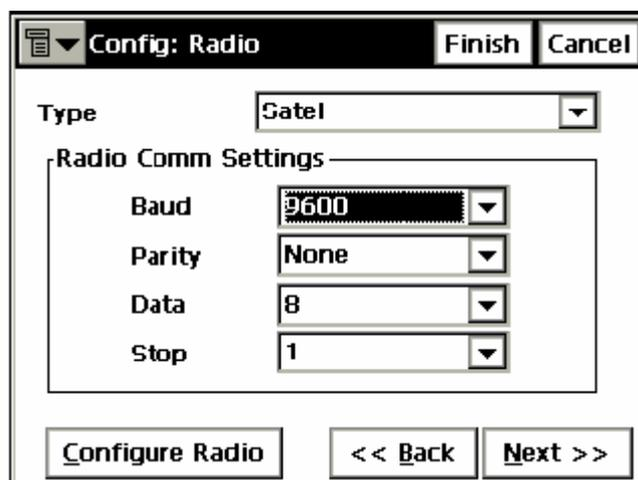

Рисунок 3-50. Настройка: Радио Тахеометра
6. В случае съемки в роботизированном режиме выберите используемый модем и его параметры, затем нажмите **Next (След)** (рис. 3-50 на стр. 3-34)